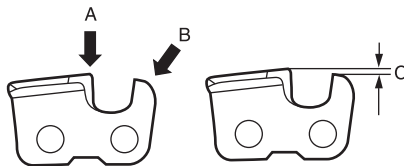

Abb. 30
HINWEIS: Das Sägeglied ist der sägende Teil der Sägekette (8). Der Höhenunterschied zwischen Zahn (A) und Rippe (B) ist die Schnitttiefe C (Abb. 30).